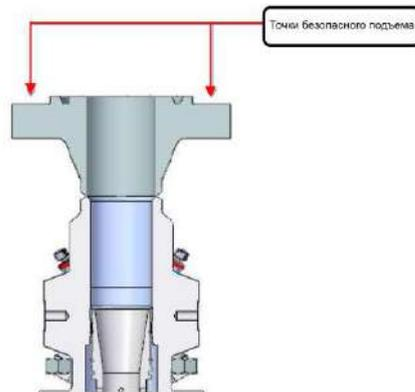

Рисунок 3. Точки подъема за корпус/верхний фланец трубки Вентури
- Закрепите верхний фланец/блок преобразователя стропом на подъемном оборудовании (лебедке). Вес верхнего фланца/преобразователя может составлять от 35 до 55 кг в зависимости от размера и класса давления, поэтому операторы должны соблюдать технику безопасности, см. рисунок 3 ниже по тексту.